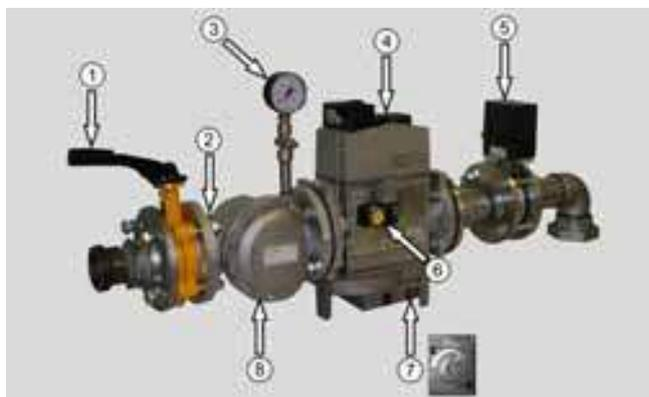

Рис. 5: Газокомпактная арматура DUNGS MBC
Описание к Рис. 5:
Черный кулачок ② предназначенный для управления настройкой газового клапана, должен быть установлен вплотную справа от голубого как показано на Рис. 5.